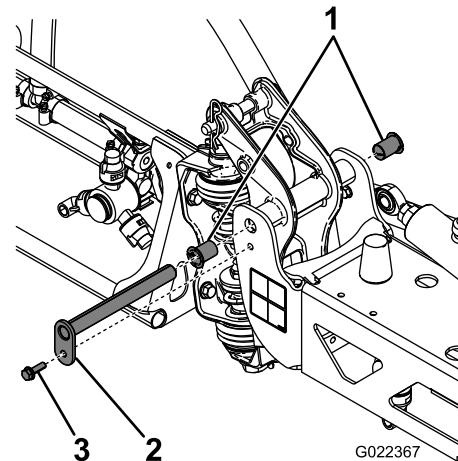

Figura 62
3. Con el peso del brazo apoyado, retire el perno y la tuerca que fijan el pasador de giro al conjunto del brazo (Figura 62).
4. Retire el perno y la tuerca que sujetan el pasador de giro, y retire el pasador (Figura 62).
6. Retire y revise los casquillos de nylon desde delante y desde detrás de la placa de giro (Figura 62).
7. Aplique una pequeña cantidad de aceite en los casquillos de nylon e instálelos en el soporte del pivote (Figura 62).
8. Instale el conjunto de brazo y soporte del pivote en el bastidor central, alineando los orificios (Figura 62).